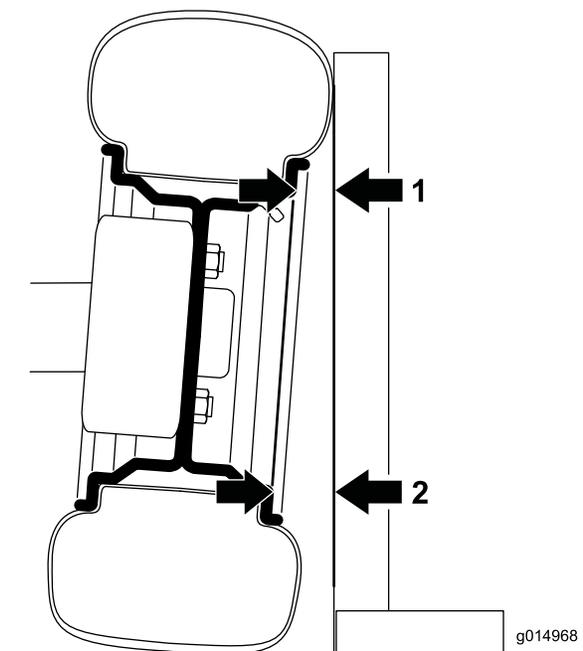

Figure 52
1. Pour vérifier le carrossage, placez une équerre à 90 degrés sur le sol, le bord vertical touchant la face du pneu (Figure 52).
2. Mesurez la distance entre la même partie de la jante sur le haut et le bas du pneu et l'équerre (Figure 52).